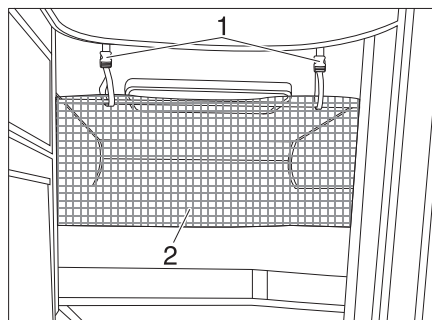

Fig. 156 Rete protettiva
La rete protettiva (Fig. 156,2) è stivata sui modelli di serie tra il materasso e il telaio portamaterasso. Fissare la rete protettiva soltanto dopo che la persona si è già stesa nel letto.
- Fare innestare i nastri di sostegno (Fig. 156, 1) nei supporti sul soffitto.